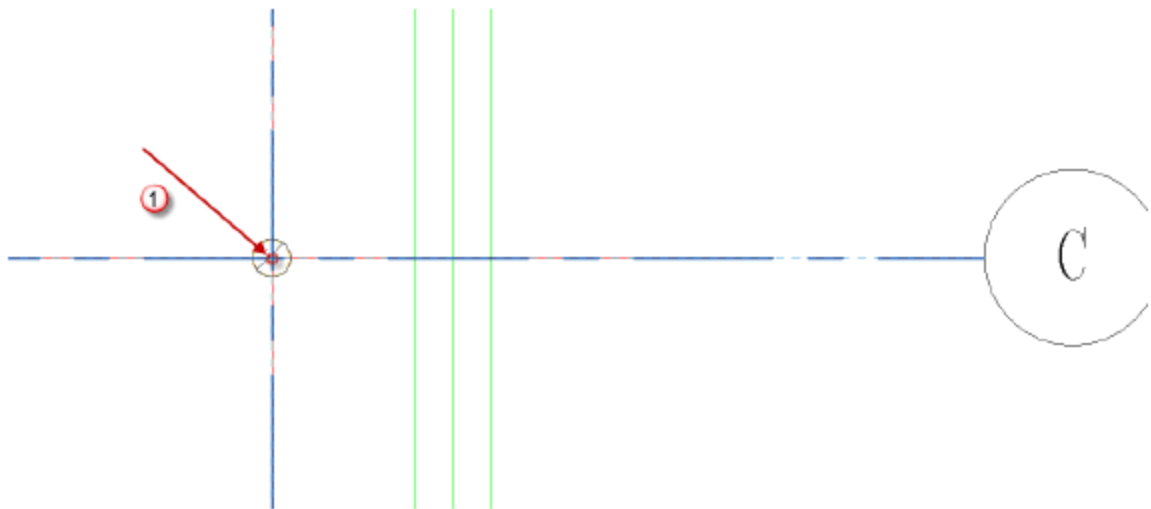
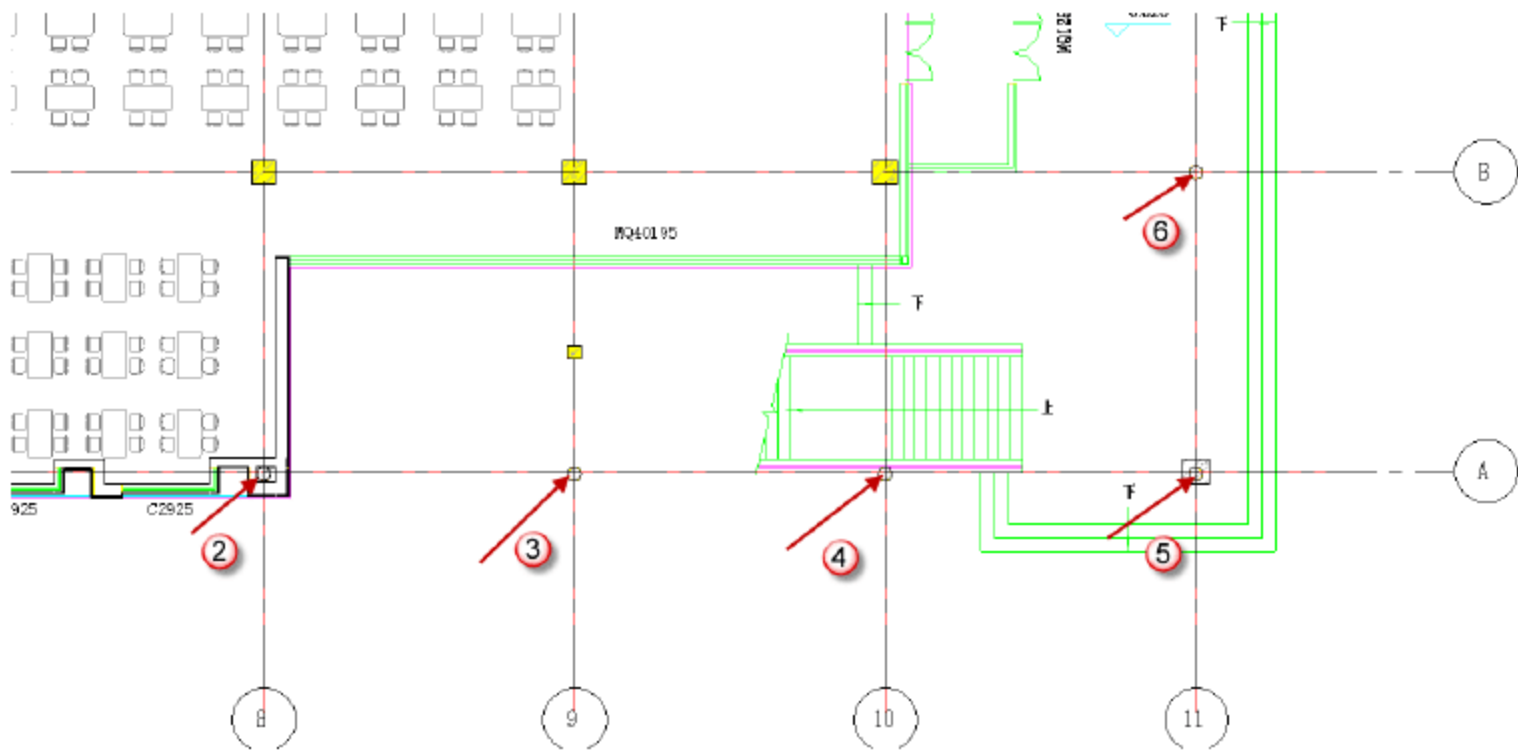

图 10.2.82 “350mm”圆形柱的绘制对齐点详图
图 10.2.83 “350mm”圆形柱的绘制对齐点
(3) A 轴到 B 轴和 8 轴到 11 轴之间“350mm”建筑圆形柱的绘制。选择“建筑”→“柱”→“建筑柱”命令，选择“350mm”建筑柱，将高度改为到“屋顶”（由于本食堂项目 1、2、3 层柱子几乎相同，这里所有柱子都直接画到屋顶层，后面再做局部修改）。将光标对准如图 10.2.82 所示“1”点（11 轴和 B 轴的交点），再单击对齐。重复上述步骤，完成 A 轴到 B 轴和 8 轴到 11 轴之间其他“350mm”建筑圆形柱的绘制，对齐点如图 10.2.83 所示，这样就完成了圆形柱的绘制。